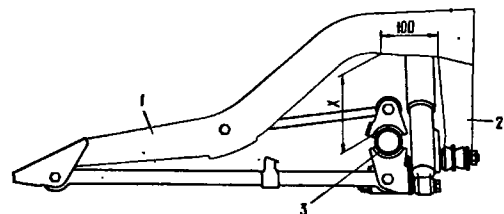

Рис. 4-30. Схема установки задней подвески: 1 - лонжерон кузова; 2 - кронштейн поперечной штанги; 3 - балка заднего моста; X=125 мм
- нагрузите заднюю часть автомобиля так, чтобы расстояние от балки моста до лонжерона кузова, замеренное в 100 мм от кронштейна поперечной штанги (рис. 4-30), составляло 125 мм;